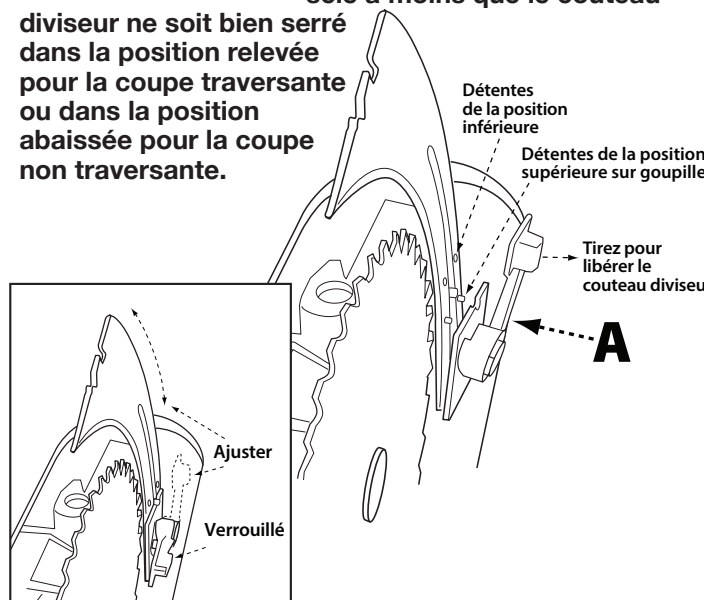

FIGURE 16
3. Tirez le levier de dégagement du couteau diviseur (A) vers le haut pour libérer le couteau diviseur du mécanisme de serrage. Voir Figure 16.